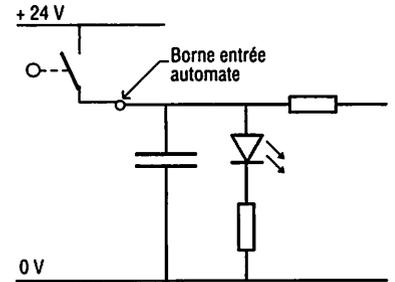

Fig. 3 : Entrée automate.
a) Interfaces d'entrée (fig. 3)